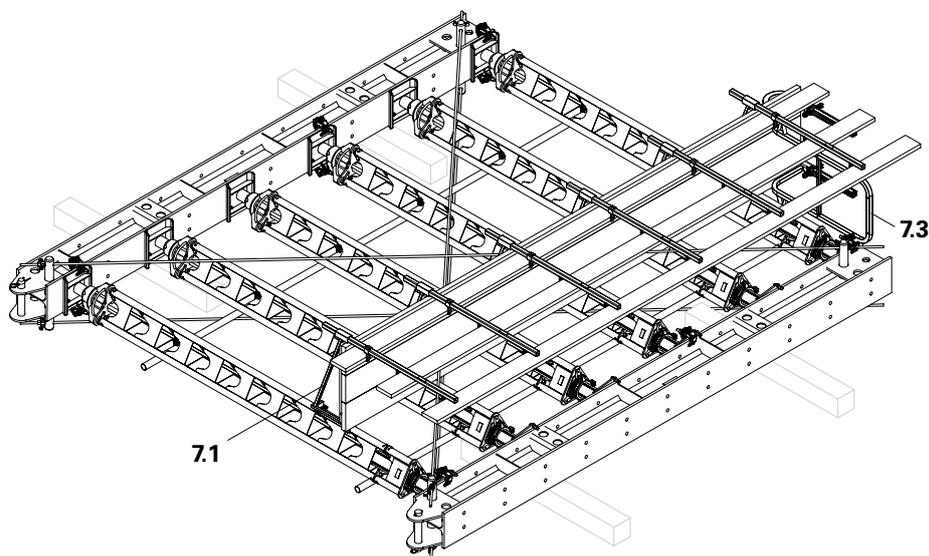

Fig. A2.11
4. Insérer et fixer les madriers et planches de garde-corps. (Fig. A2.11)